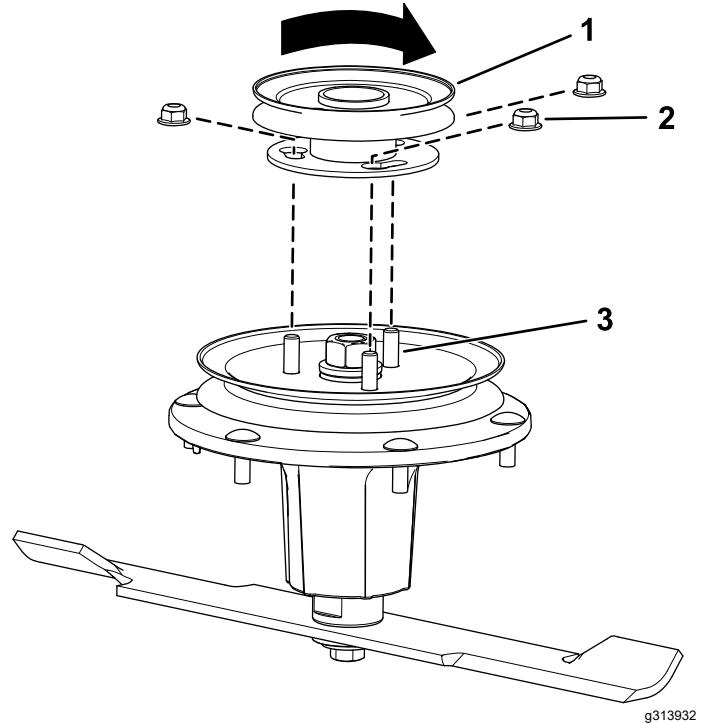

Figure 10
- Placez la poulie de rechange de telle sorte que les ouvertures s'engagent sur les goujons (Figure 10).
- Tournez la poulie pour la bloquer en position (Figure 10).
- Une fois la nouvelle poulie en position, serrez les écrous pour la fixer en place (Figure 10).